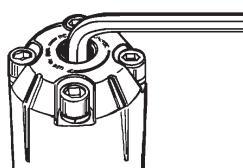

图 3
- 要提高出口压力，请将调节螺丝(6)按顺时针方向转动（参见图 3）。
- 要降低出口压力，请将调节螺丝(6)按逆时针方向转动（参见图 3）。